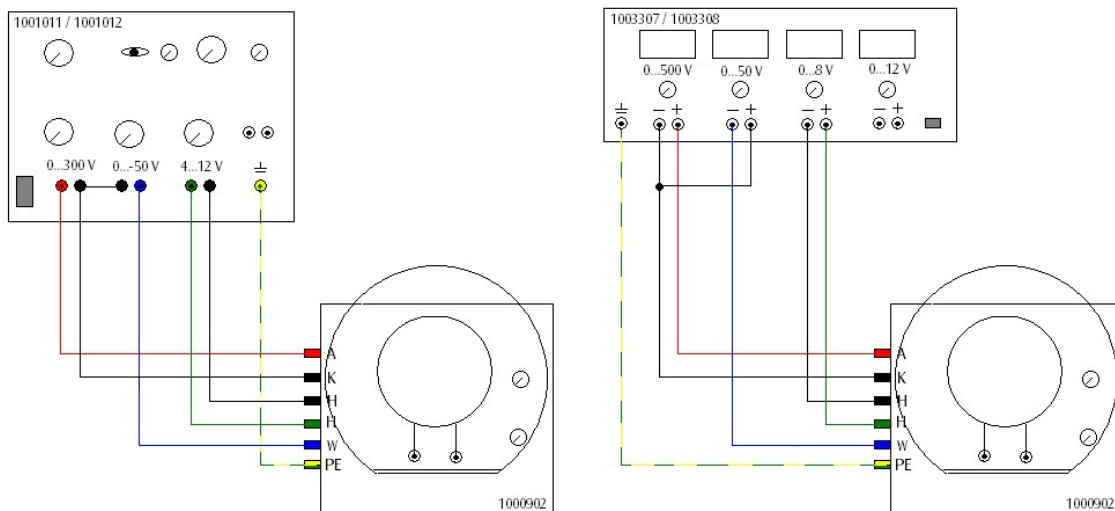

Fig.2 Elektrische Ablenkung des Elektronenstrahls (links: mit Netzgerät 1001011 / 1001012, rechts: mit Netzgerät 1003307 / 1003308).
- Beschaltung gemäß Fig. 2 vornehmen.